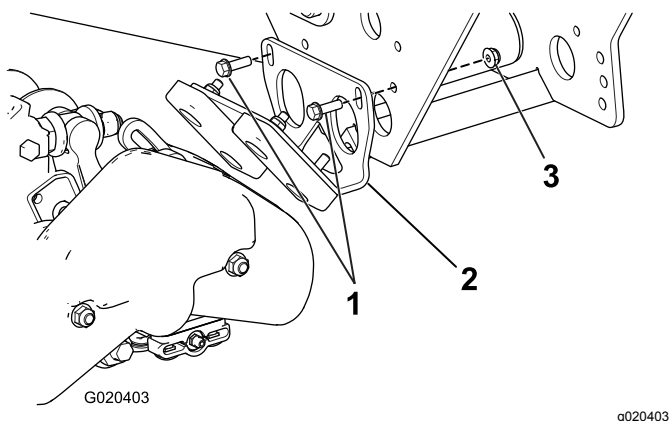

Figura 29
43. **Solo sugli apparati di taglio da 56 cm,** installate il gruppo paraurti sulla macchina con 2 bulloni e dadi di bloccaggio (Figura 29).